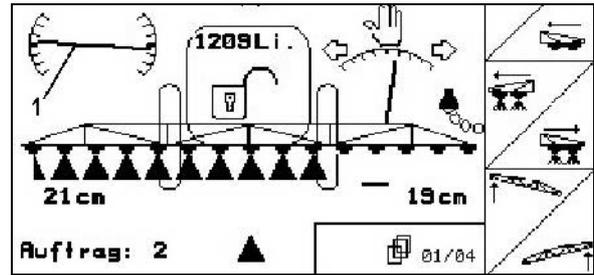

Fig. 85
- 2 Sobre la pantalla el símbolo ajuste de inclinación (Fig. 85/1) muestra la inclinación seleccionada del varillaje de rociado. Aquí está levantado el lado izquierdo del varillaje de rociado.